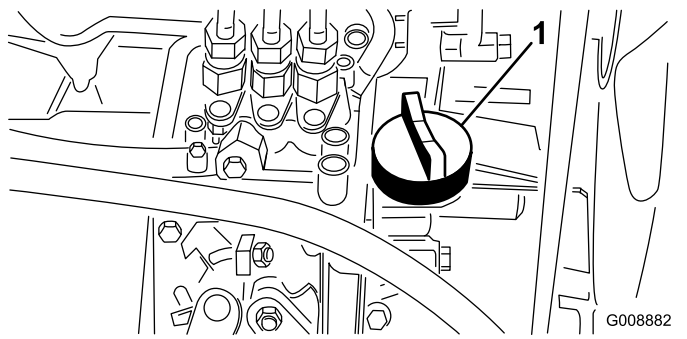

图 29
4. 如果油位较低请取下加油盖 (图 29) 缓慢添加少量机油不时检查油位直至油位达到量油尺上的“已满”标记。